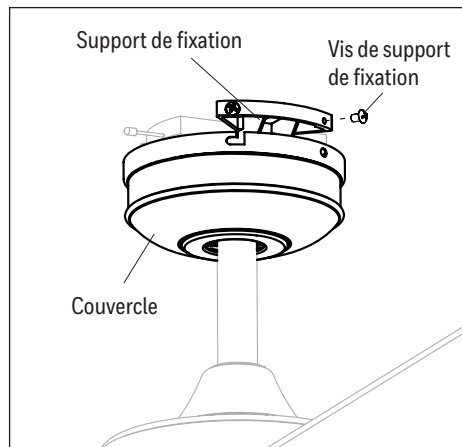

Figure 5.2
2. Soulevez le couvercle en vous assurant que les deux vis du support de fixation sont alignées sur les fentes en « J » du couvercle. Tournez ensuite le couvercle dans le sens des aiguilles d'une montre jusqu'à ce que les vis du support de fixation soient complètement engagées dans les fentes en « J ». Installez les 2 vis du support de fixation retirées précédemment dans les trous ronds. Serrez fermement toutes les vis du support de fixation.(Figure 5.2).